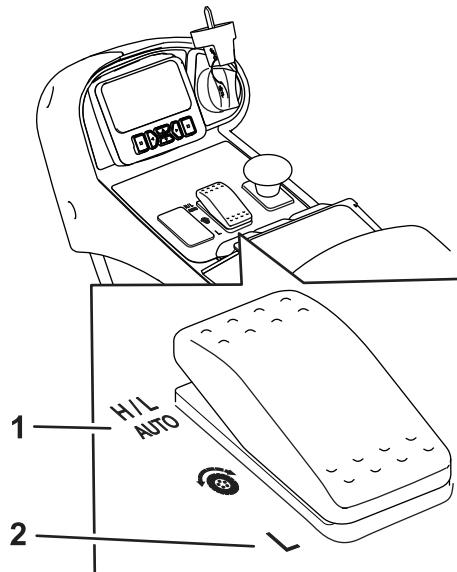

Figure 29
- Dans des conditions de fonctionnement normales, cette machine devrait fonctionner en plaçant le sélecteur de gamme à la position H/L AUTO (Figure 29). Cette position permet à la machine d'alterner automatiquement entre les gammes haute et basse, selon qu'elle est utilisée pour la tonte ou le transport.
- Lorsque vous sélectionnez la position GAMME BASSE (Figure 29), la machine fonctionnera toujours en mode gamme basse. Ce réglage est à privilégier lorsque vous utilisez la machine dans un atelier, que vous la chargez ou la déchargez d'une remorque, quand vous gravissez des pentes raides ou pour toute autre opération qui ne nécessite pas une vitesse de déplacement élevée.
Cette machine possède 2 gammes de vitesse de déplacement : la gamme basse et la gamme haute. Le sélecteur de gamme permet de sélectionner les positions suivantes (Figure 29) :